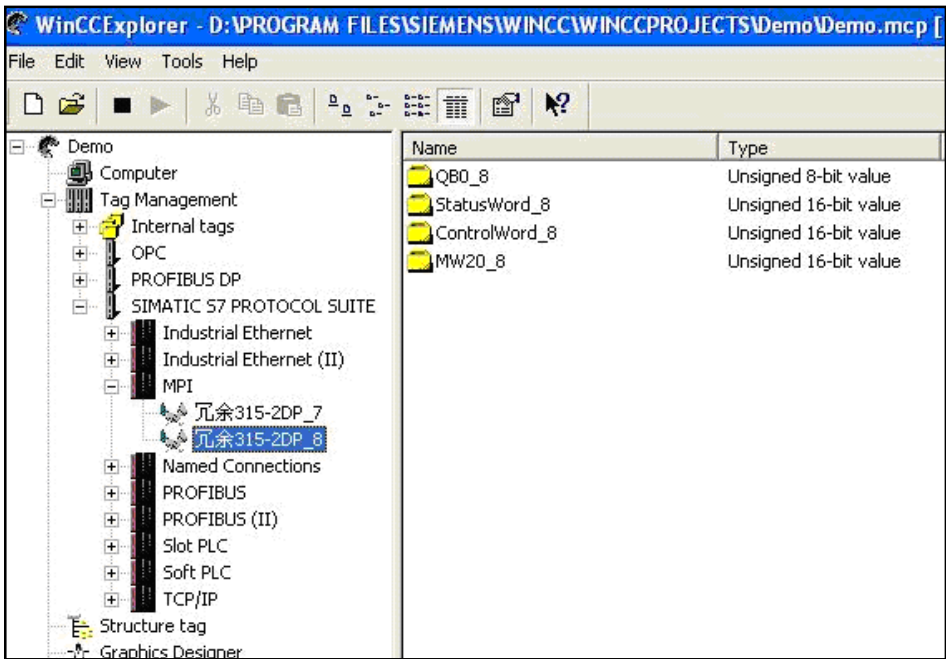

图 7-12 WINCC 中创建连接
(10)在组态软件 WinCC 中创建两个 MPI 链接，分别与主系统和备用系统进行链接，并生成对应的 Tag 变量，如图 7-12 所示：